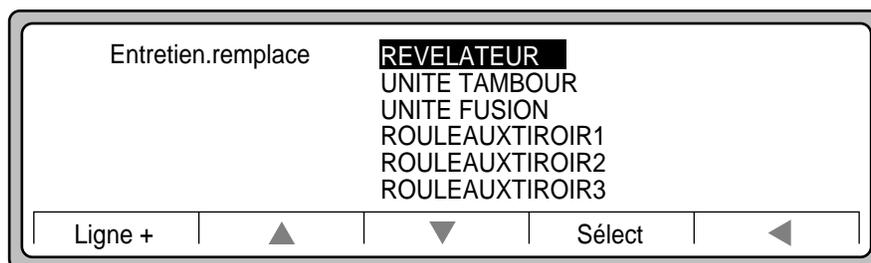

Figure 4-11 Options de remplacement
- Utilisez le pointeur ► pour afficher les options de remplacement, comme illustré à la Figure 4-11. Le révélateur est sélectionné.